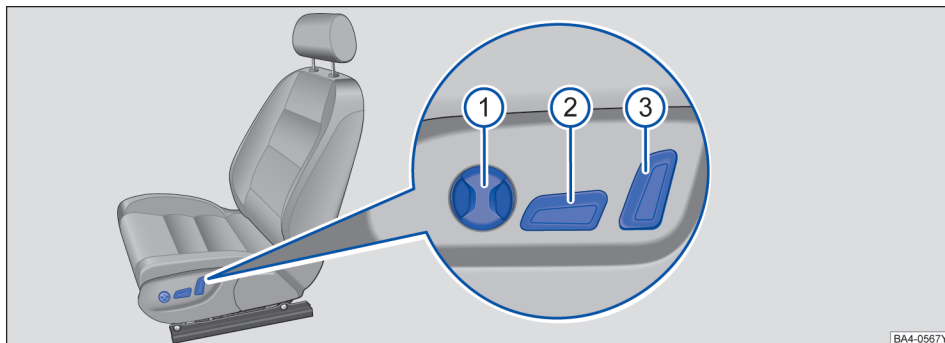
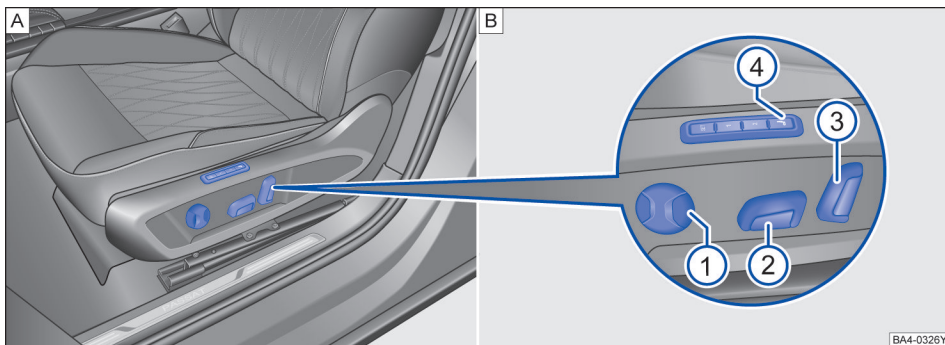

图 69 电动调整式座椅的操作元件
图 70 部分车型电动调整式座椅的操作元件
请移动相应的开关→图 69 或 →图 70，把座椅调整得与身材相适应。
- ① 调整腰部支撑。
- ② 调整座椅前后位置、座椅面高度和倾斜角度。
- ③ 调整座椅靠背倾斜角度。
- ④ 部分车型按摩功能操作：
打开：按压按钮→图 70④即接通座椅按摩功能。
关闭：再次按压按钮→图 70④即关闭该功能。